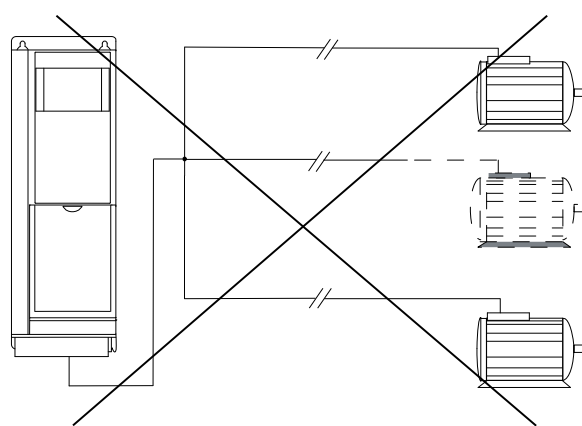

図 3.12 長いケーブル長向けの共通ジョイント接続
- 長いケーブル長に共通ジョイント接続を使用しないでください。図 3.12 を参照。